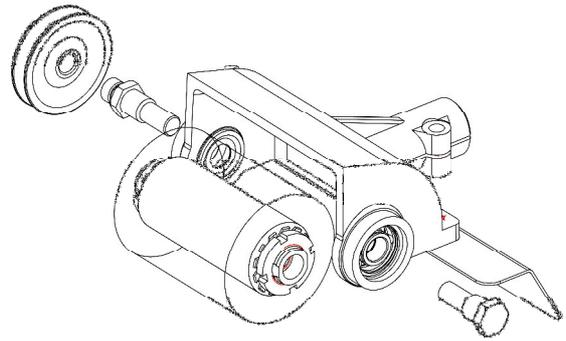

Abbildung 23
Die Keilriemenscheibe (04) wird wieder aufgeschraubt und fixiert (Abb. 23).